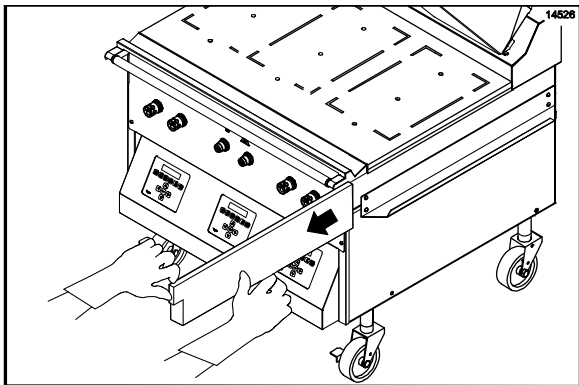

Figure 113
45. Retirer et vider les tiroirs de récupération de la graisse (Cf. Figure 113).